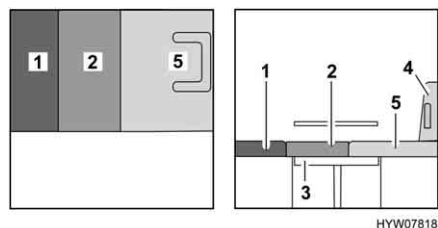

Bild 123 Nach dem Umbau
- Das Sitzpolster (Bild 123,2) nach vorn ziehen.
- Das Rückenpolster (Bild 123,1) zwischen das Sitzpolster und die Rückwand legen.
- Das Zusatzpolster (Bild 123,5) auf den Fahrsitz legen.
- Den Fahrsitz (Bild 123,4) gegebenenfalls wieder nach hinten schieben.